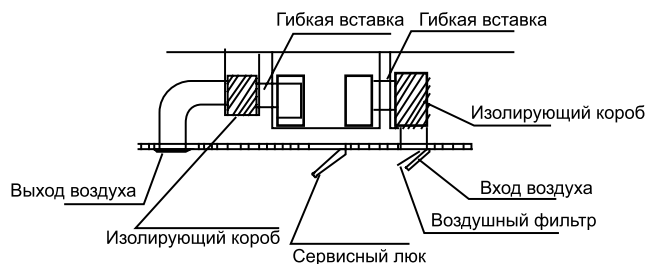

рис. 4-7
- Рекомендуется следующая схема соединений воздухопроводов (рис. 4-7):